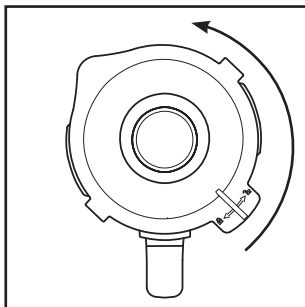

Fig. 1
- 2) Retirez le couvercle **2** en le tournant dans le sens anti-horaire en direction de la position  (voir fig. 1), jusqu'à pouvoir le retirer par le haut.